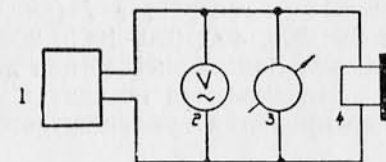

Рис. 9. Схема проверки аппарата в режиме «Воспроизведение»
7. Переключатель 13 (рис. 3) переводится в крайнее положение, отмеченное красным кружком, и воспроизводится записанный сигнал. Контроль записи (записанного сигнала) производится по схеме рис. 9.
Показания прибора 2 (рис. 9) записываются, а затем чувствительность аппарата подсчитывается по формуле:
— эта запись воспроизводится, (схема рис. 9);